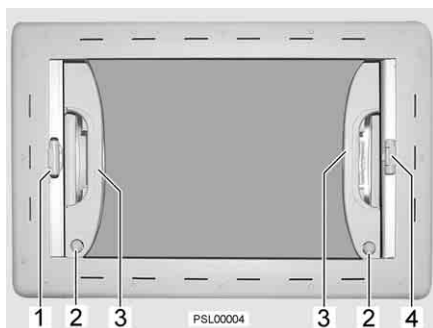

Bild 20 Multidach
- Jeweils einen Griff (Bild 20,3) mit einer Hand fassen und das Multidach in die gewünschte Stellung bringen.
- Wenn das Multidach gerade nach oben geöffnet ist, die Sicherungen (Bild 20,2) drücken und das Multidach an den Griffen nach hinten schieben.
- Die roten Entriegelungsknöpfe am Griff (Bild 20,1) zusammendrücken und das Verdunklungsrollo am Griff bis zur gewünschten Position ziehen.
- Die roten Entriegelungsknöpfe am Griff (Bild 20,1) zusammendrücken. Die Arretierung wird gelöst.
- Das Insektenschutzrollo am Griff (Bild 20,4) zum gegenüberliegenden Griff des Verdunklungsrollos (Bild 20,1) ziehen und einrasten lassen.